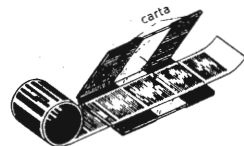

Fig. 307. Porta-negativo: costruzione semplice in lastre di vetro.
Per l'uso come ingranditore, l'apparecchio deve essere provvisto di porta-negativa, che costruiamo con due lastre di vetro 50x90 (tagliare delle lastre fotografiche 9x12) alle quali abbiamo smussato gli spigoli dei lati più corti, e con due strisce di carta nera (fig. 307).
L'apparecchio fotografico (10) viene fissato sul pezzo (12) mediante un bullone (14) ($3/8$, lungo 25 mm) che entra nel foro filettato del fondo. Il porta-negativo più semplice è costituito, come già illustrato, da due lastre di vetro tenute insieme da strisce di carta (fig. 307); le lastre devono però essere lunghe 15 cm e vengono inflatate, dopo aver inserito la pellicola, nello spazio tra l'apparecchio e il fondo della cassetta. Possiamo pure usare il porta-negativo secondo la figura 308 in cui la parte C diventa lunga 150 mm e si eliminano cerniere e lamelle.